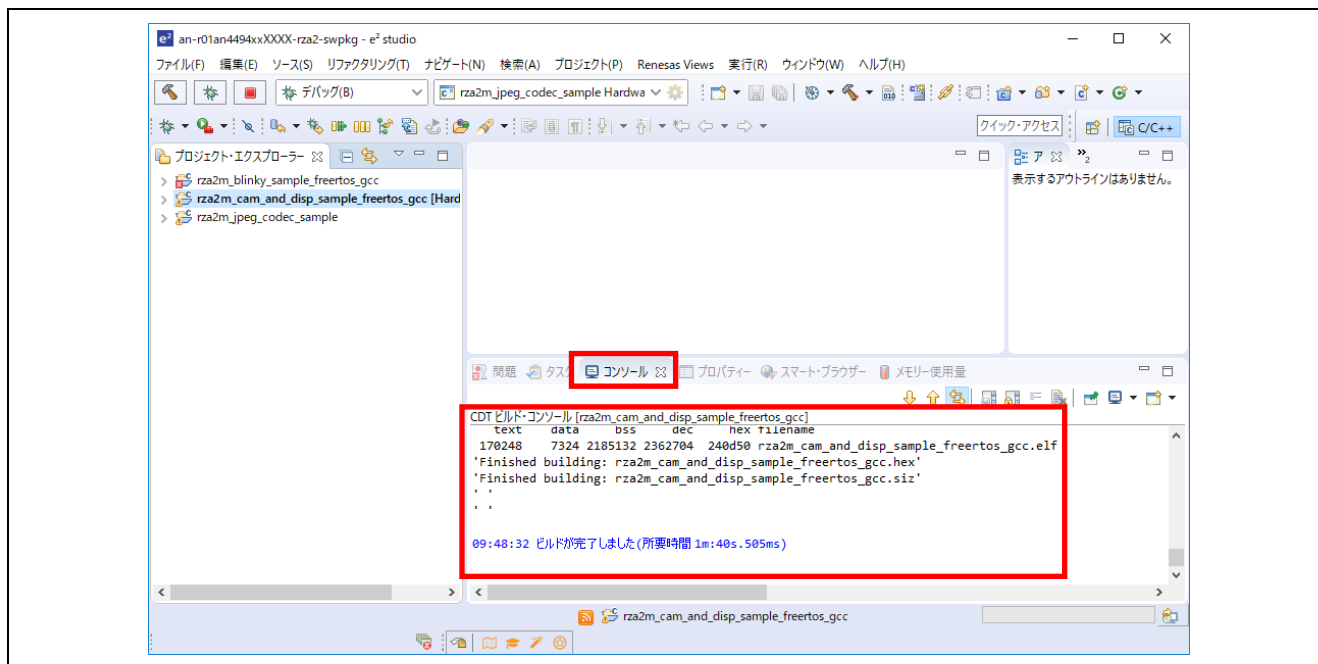

図 3-9 ビルドステータスの確認
- ビルドが開始されコンソールウィンドウでそのステータスを確認することができます(図 3-9)。(注:ワークスペースフォルダまでのパスの長さに注意してください。パスが長すぎるとビルドエラーになる場合があります。)